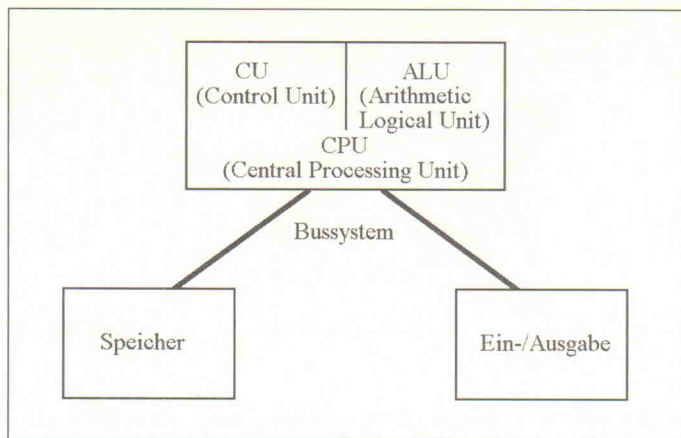

Bild 1. Das Von-Neumann-Rechnermodell.
Aus den Erfahrungen der ersten Rechner, die im Rahmen des sogenannten Manhattan-Projekts entwickelt wurden, formulierten J. von Neumann, H. H. Goldstine und A. W. Burks 1946 anlässlich einer Bestandsaufnahme ein allgemeines Rechnermodell. Es hat bis heute – trotz aller Kritik – als Von-Neumann-Modell seine grundlegende Gültigkeit behalten (Bild 1). Danach besteht ein Rechner aus den vier Bestandteilen Control Unit (CU), Arithmetic Logical Unit (ALU) – beide zusammen bilden die Central Processing Unit (CPU) – dem Speicher und der Ein-/Ausgabeeinheit. Zusammen mit dem verbindenden Bussystem ergibt sich dabei ein optimales (im Sinne von 'minimales') System mit der Randbe-